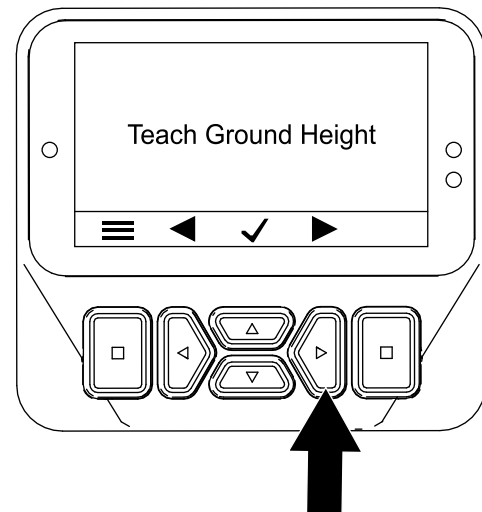

**Figure 45**
**Remarque:** L'écran de mode TRANSPORT ou mode AÉRATION s'affiche (Figure 45).